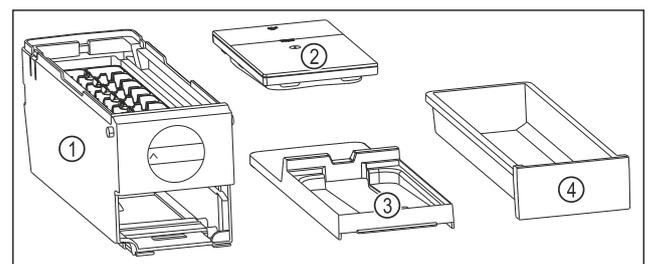

Fig. 87 Bestandteile des EasyTwist-Ice
- ▷ EasyTwist-Ice ist in vier Teile zerlegt. (siehe Fig. 87)
- ▶ EasyTwist-Ice nur in abgebildete Bestandteile zerlegen. (siehe Fig. 87)
- ▶ EasyTwist-Ice-Korpus Fig. 87 (1) als Ganzes reinigen.